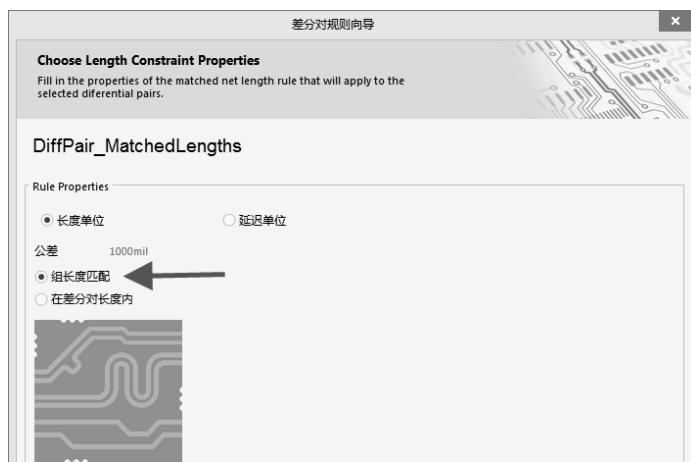

图 10-41 设置差分组误差
② 设置差分组误差：误差要求以组为单位进行设置，如果对差分阻抗误差要求严格，可以减小其填入的数值，在要求不严格的情况下可以采取默认的 1000mil，如图 10-41 所示。